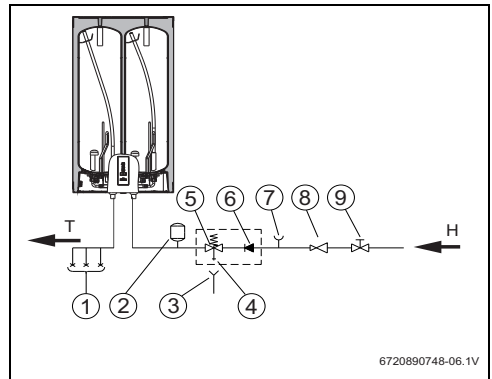

Fig. 7 Sistema cerrado (presurizado)
- ▶ En un sistema cerrado y bajo presión (Fig 7) deben usarse llaves de paso mixtas en los puntos de descarga.
- ▶ Montar la válvula de seguridad en la conexión de agua fría del acumulador (Fig. 7).
- ▶ Instale la válvula de reducción de presión (Fig. 7).